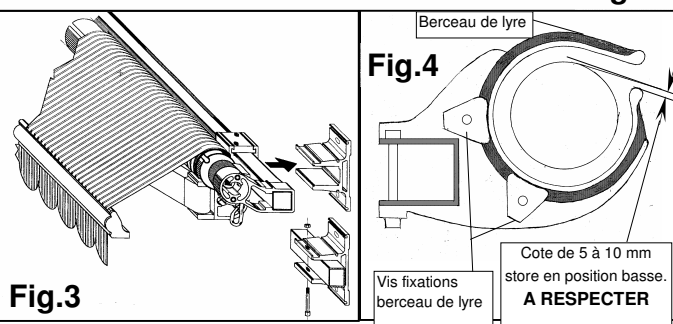

Fig.3
- 4- Serrer les vis de blocage des supports de mur sur le tube carré. (Fig.3)